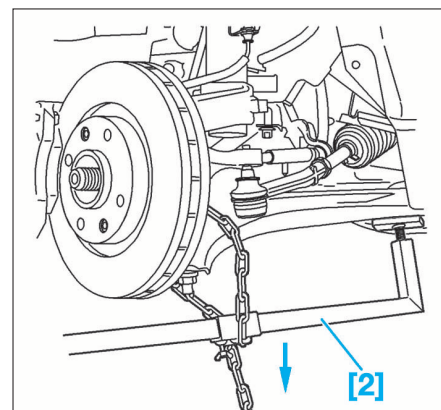

FIG. 4
- A l'aide de l'outil [2], dégager la rotule de pivot (Fig.4).